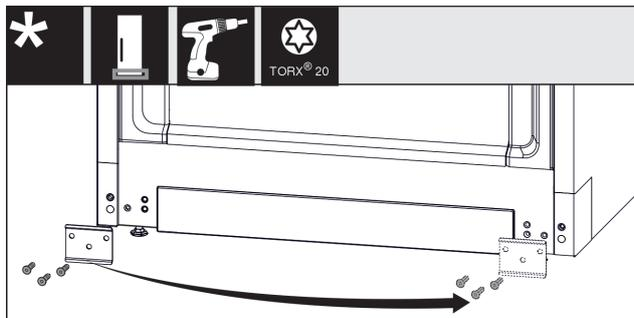

Fig. 16
- ▶ Dévisser la tôle Fig. 16 (1), la déplacer et la revisser de l'autre côté.